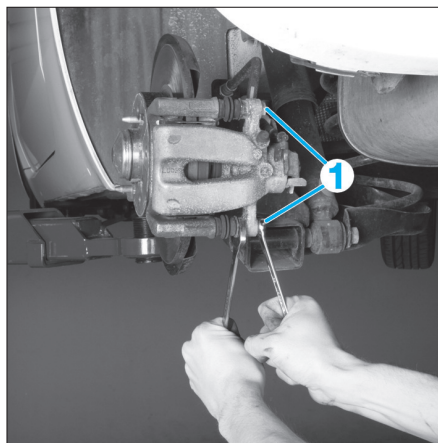

Fig. 15
- Déposer les vis de fixation (1) (Fig.15).